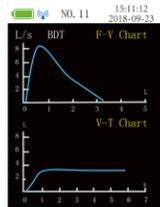

Figura 5 Grafico "Flow rate-volume" e Grafico "Volume-time"
c. Nell'interfaccia Main parameter, premere i tasti SU o GIÙ per visualizzare i grafici "Flow rate-volume" (Flusso espiratorio-volume) e "Volume-time" (Volume-tempo) illustrati nella Figura 5. La Figura 4 e la Figura 5 rappresentano l'interfaccia principale.